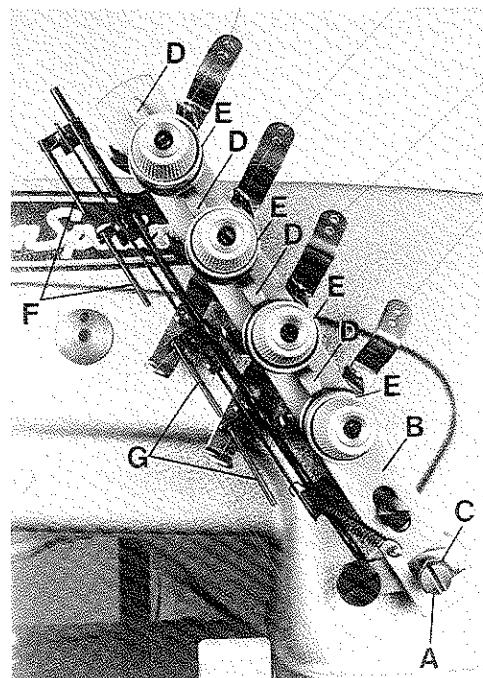

Fig. 31
Loosen screw (A, Fig. 31) and set the tension release bar (B) by turning eccentric (C) so that the separators (D) are as close as possible to the tension discs (E) without touching them. Retighten screw.
The thread pull-off hooks (F, Fig. 31) for the needle threads control the length of the needle thread tails on garment after trimming. The higher the hooks are set, the shorter the needle thread tails will be.
Set the thread pull-off hooks (G, Fig. 31) for the looper threads so that the right hooks barely contact the looper threads without deflecting them. After trimming the looper thread tails should be clamped securely by the leaf springs of "KLIPP-IT" thread trimmer.
Lösen Sie die Schraube (A, Fig. 31) und stellen Sie die Spannungs-Auslöseleiste (B) durch Drehen des Exzentrers (C) so, daß die Öffner (D) so dicht wie möglich an den Faden Spannungsscheiben (E) stehen, ohne diese zu berühren. Ziehen Sie die Schraube wieder an.
Die Fadenabzugshaken (F, Fig. 31) für die Nadelfäden regeln die Länge der Nadelfadenenden am Nähgut nach dem Abschneiden. Je höher die Haken gestellt werden umso kürzer werden die Nadelfadenenden.
Stellen Sie die Fadenabzugshaken (G, Fig. 31) für die Greiferfäden so, daß die rechten Haken die Greiferfäden gerade berühren ohne sie abzulenken. Nach dem Abschneiden müssen die Greiferfadenenden von den Blattfedern des "KLIPPAB" Fadenabschneiders sicher festgeklemmt werden.